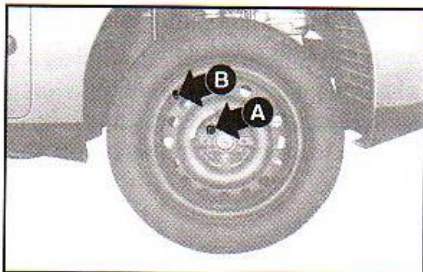
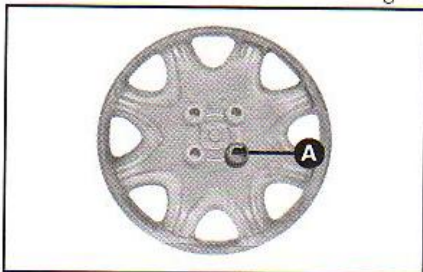

fig. 8
fig. 9
8) Atarraxar apenas um dos parafusos **A-fig. 8**, em correspondência com a válvula de enchimento **B**.
9) Colocar a calota, cuidando para que o furo maior com chanfro **A-fig. 9** coincida com o parafuso **A-fig. 8**.